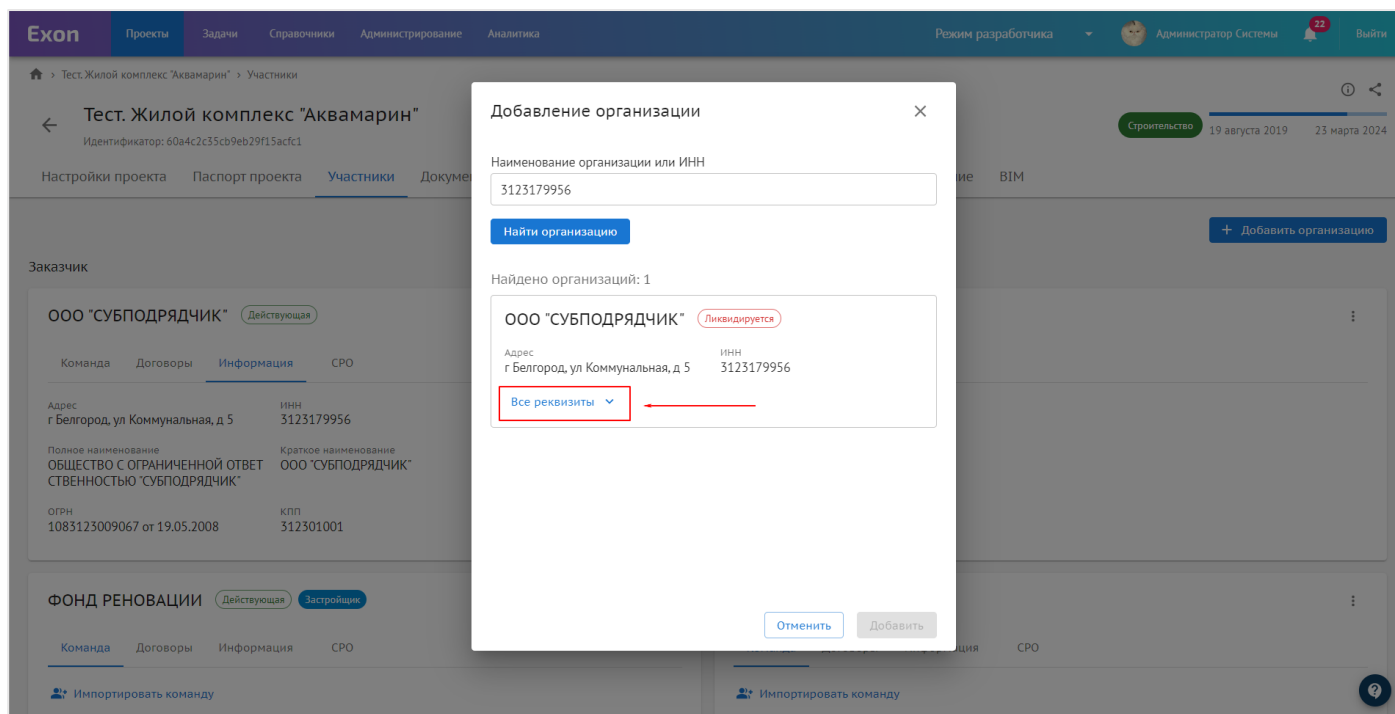

Рис. 23 – Выбор организации
3. В выпадающем списке может быть несколько организаций, отличающихся по КПП при наличии у организации филиалов, поэтому необходимо внимательно проверить все реквизиты (2) (рис. 23);